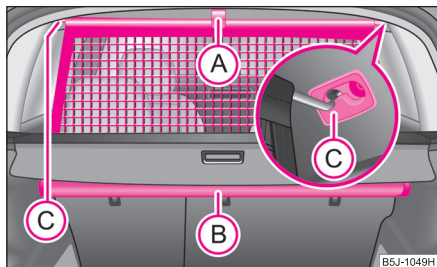

Fig. 73 Desfacerea peretelui despărțitor
- Trageți peretele de curelușă (A) din carcasă (B) în direcția suporturilor (C) ⇒ pagina 69, fig. 73.
- Introduceți bara transversală în punctul de prindere (C).